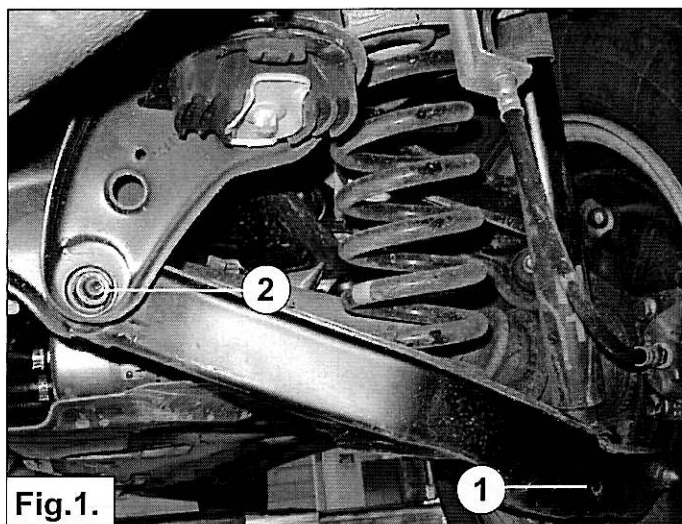

Fig.1.
3. Verwijder de onderste schokdemperbout 1. Zie fig.1.